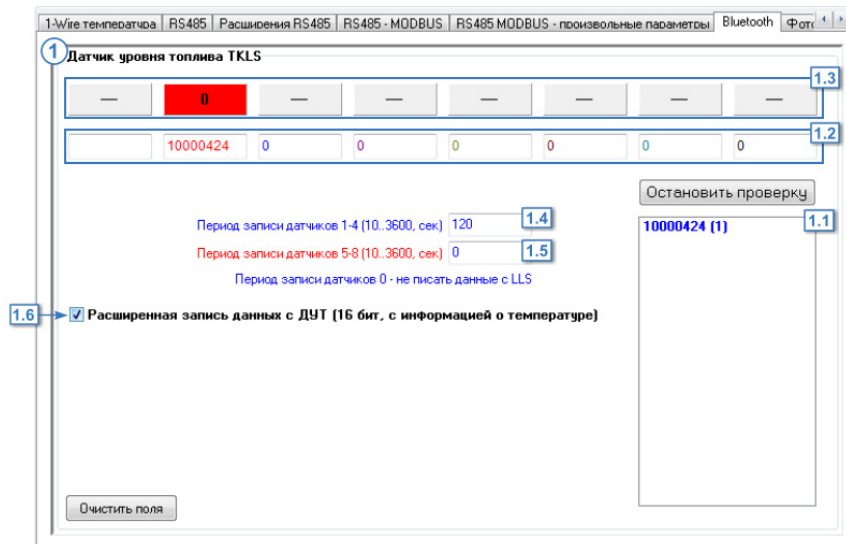

Рис.45. Вкладка «Bluetooth».
- на вкладке нажать кнопку «Начать проверку». Устройство начнет поиск датчиков TKLS. Серийные номера и адрес найденных датчиков появятся в списке 1.1 (Рис.45);
- используя левую кнопку мыши, перетащить серийные номера датчиков из списка найденных в ячейки соответствующих датчиков (Рис.45, п. 1.2). Ячейки с адресами приведены по порядку – сперва Датчика 1, затем Датчик 2 и т. д. Всего может быть настроено до 8 датчиков уровня топлива. Показания датчика, адрес которого задан в ячейке Датчика 1, будут записываться как записи LLS1 в приборе «АвтоГРАФ».
- проверить корректность установки адресов, повторно запустив проверку. Показания датчиков, адреса которых прописаны в конфигураторе, появятся в программе. Цвет ячейки с показаниями меняется в зависимости от состояния опроса (Рис.45, п. 1.3):
- в поле «Период записи датчиков 1-4» (Рис.45, п. 1.4) задать период записи показаний с датчиков 1-4 в память прибора. Минимальный период – 10 секунд, максимальный период – 3600 секунд, 0 не писать данные. Данная настройка дублируется на вкладке «RS-485».
- в поле «Период записи датчиков 5-8» (Рис.45, п. 1.5) задать период записи показаний с датчиков 1-4 в память прибора. Минимальный период – 10 секунд, максимальный период – 3600 секунд, 0 не писать данные. Данная настройка дублируется на вкладке «RS-485».
- если вместе с показаниями датчика прибор «АвтоГРАФ» считывает с датчика и показания температуры, то включить опцию «Расширенная запись данных с ДУТ» (Рис.45, п. 1.6). Разрядность данных в этом случае увеличится до 16 бит.